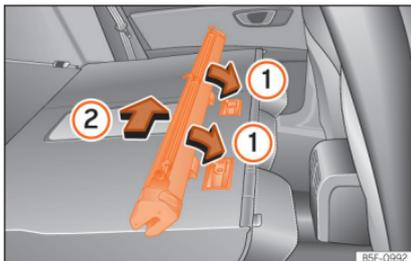

Abb. 181 Einbau der Trennwand an den Rücksitzlehnen
- Ordnen Sie die Schale des Netzes in der Unterseite der Stützschielen in Pfeilrichtung an »» **Abb. 181** ①.
- Drücken Sie die Schale nach links vom Fahrzeug in Pfeilrichtung »» **Abb. 181** ② und bis zum Anschlag.
- Ziehen Sie am Gehäuse des Netzes ca. 5 cm gegen die Pfeilrichtung »» **Abb. 181** ②.
- Nehmen Sie den Einsatz der Netztrennwand aus den Halteschienen, indem Sie entgegen der Pfeilrichtung »» **Abb. 181** ① ziehen.